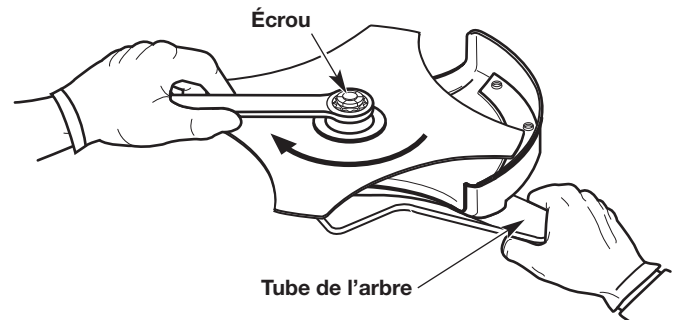

Fig. 11
3. Maintenez la tige de verrouillage en place en la saisissant par l'autre extrémité contre le logement de l'arbre (Fig. 11).
4. Tout en maintenant la tige de verrouillage en place, dévissez l'écrou en le tournant avec une clé (Fig. 11).